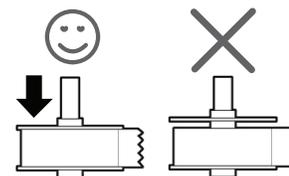

Figure 2
- Le guide de la bobine d'étiquettes doit être appuyé directement sur le rouleau, sans laisser d'espace. Voir Figure 2.
- 5 Faites glisser le guide sur le côté droit de la bobine et appuyez fermement celui-ci sur le côté du rouleau d'étiquettes, **sans laisser d'espace** entre le guide et la bobine. Voir Figure 2.